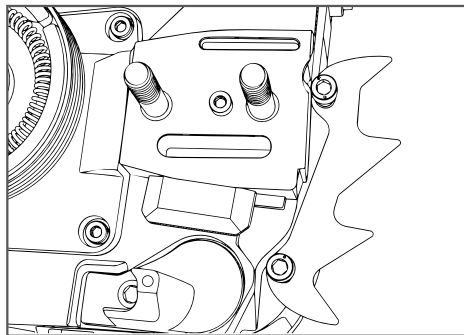

Рис. 2 Установка зубчатого упора
2. Установите на место и закрепите винтами зубчатый упор так, как показано на Рис.2.